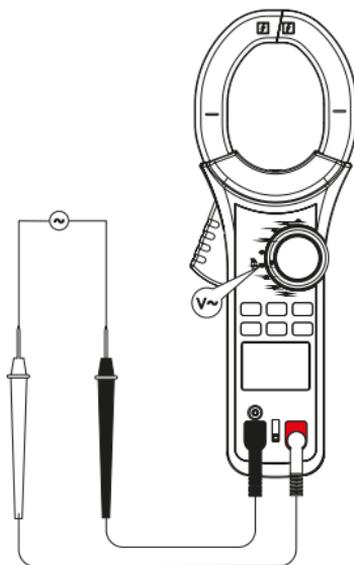

Рис. 4 Измерение напряжения переменного тока
7.2 Измерение напряжения переменного тока (рис.4)
3. Подключите щупы параллельно к тестируемой цепи или нагрузке (см. рис. 4).